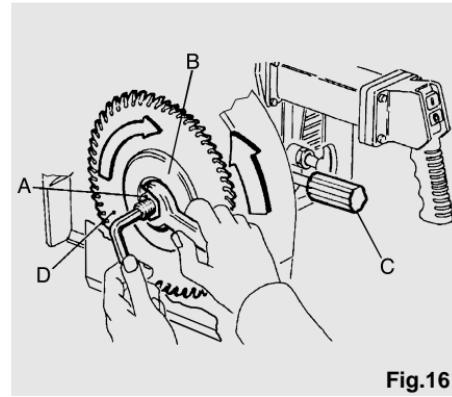

Fig.16
Zum Öffnen der Sägeblattabdeckung am Handgriff (C) die Blockierung lösen, das untere Abdeckungsteil vollständig nach unten abklappen und dort blockieren. Bei einer derart geöffneten und blockierten Sägeblattabdeckung haben Sie den notwendigen Freiraum zur Durchführung der Blockierungsfansch (B) des Sägeblattes. Zum Lösen der Mutter (A) mit Linksgewinde (Fig. 16) muß die Motorwelle durch einen Inbusschlüssel (Fig. 16) festgehalten und die Mutter mit einem Maulschlüssel gelöst werden (in Uhrzeigersinn drehen). Achten Sie bei dieser Arbeit darauf, daß Sie sich nicht am Sägeblatt verletzen. Benutzen Sie Schutzhandschuhe. Jetzt kann die äußere Flansch